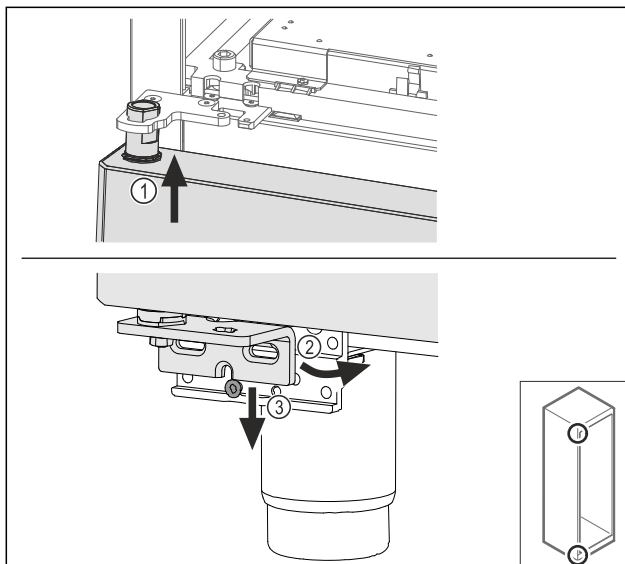

Fig. 68
- ▶ Așezați pe traseu ușa ușor basculată sus Fig. 68 (1), aliniați dreaptă ușa Fig. 68 (2) și așezați jos pe șurubul suportului de lagăr Fig. 68 (3).